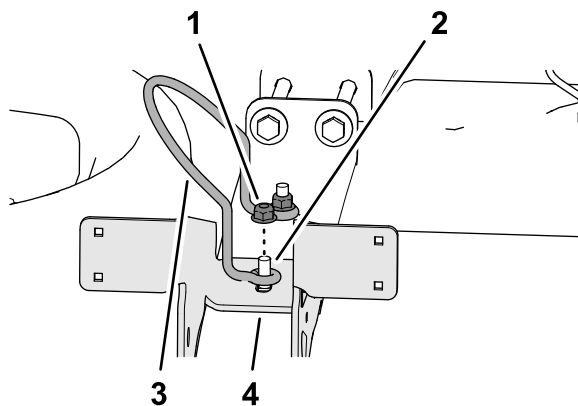

图 14
4. 将您在步骤 1 中拆下的药缸盖挡圈和 2 个凸缘锁紧螺母组装到 2 个上托架螺栓上图 14。